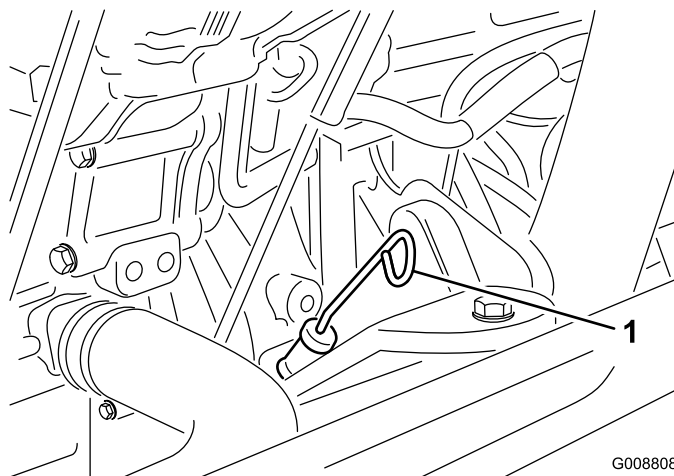

Figura 5
3. Retire a vareta, limpe-a, coloque-a no tubo e volte a retirá-la em seguida. O nível de óleo deve atingir a marca FULL (Cheio) (Figura 5).